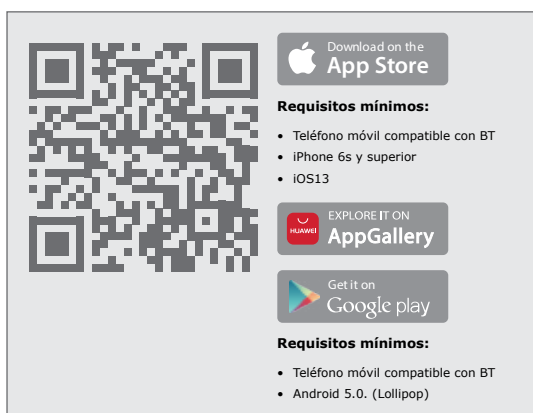

FIGURA 60
1. Escanee el código QR de la Figura 60.